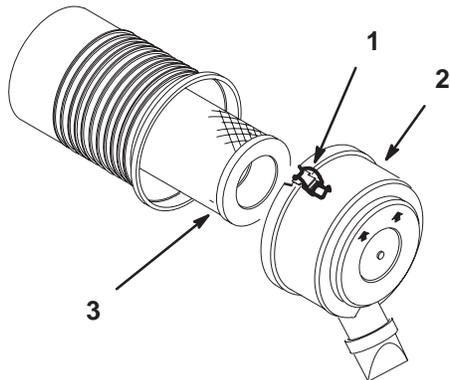

Figure 33
3. Nettoyez la surface autour du filtre à air pour éviter que des impuretés s'introduisent dans le moteur et l'endommagent. Desserrez les clips de blocage et déposez le couvercle du filtre à air (Fig. 33).
4. Sortez le filtre de son logement avec précaution (Fig. 33).
1. Insérez le filtre dans son logement avec précaution (Fig. 33).
2. Placez le couvercle du filtre à air dans le logement et verrouillez les clips de blocage (Fig. 33).